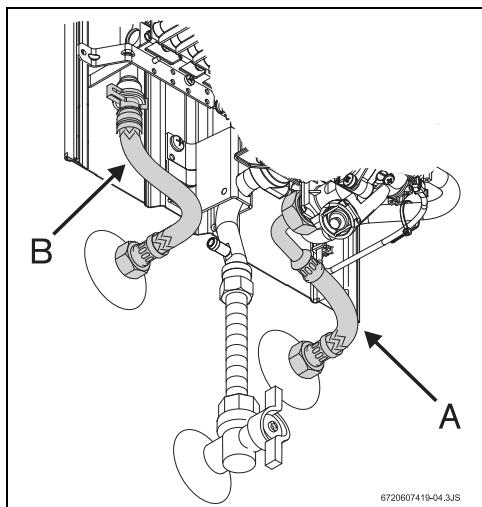

Рис. 12 Подключение подачи воды
- ▶ Следить за тем, чтобы при подключении не перепутать место подсоединения водопровода холодной воды (рис. 12, [поз. A]) не поставляется с оборудованием) с местом подсоединения водопровода горячей воды (рис. 12, [поз. B]).